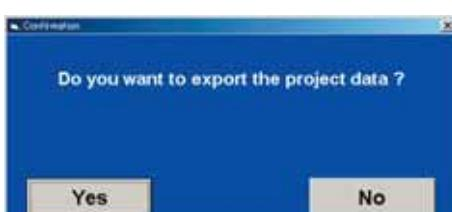

Рис. 4.1.7
После выбора проекта из перечня и нажатия на кнопку "Экспорт проекта" (Export project) (8) откроется окно подтверждения (рис. 4.1.7) При нажатии на кнопку "Да" (Yes) информация по выбранному проекту будет сохранена в папке, заданной пользователем (см. 2-1-3 3).